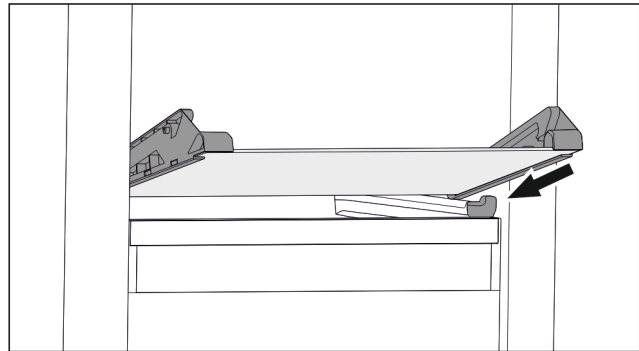

Fig. 71 Стекланная пластина откидного выдвижного ящика
- ▶ Наклоняя вниз, установите стеклнную пластину за стопоры. (см. Fig. 71)